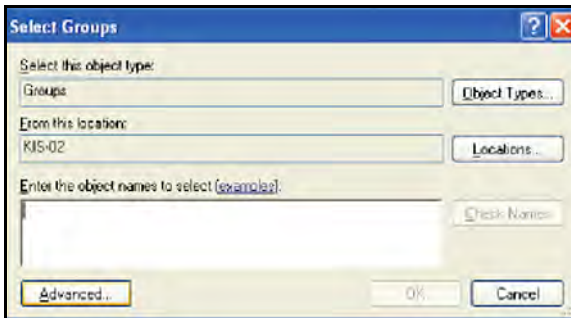

Figura 120: Ventana Seleccionar grupos
- Cuando se abra la ventana *Seleccionar grupos* (ver *Figura 120* a continuación), haga clic en el botón Avanzadas.